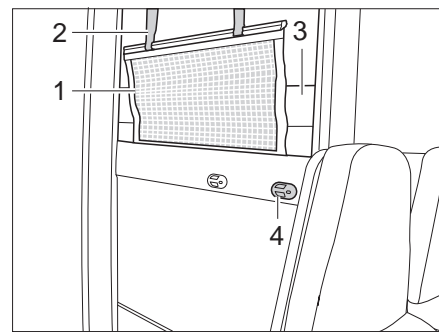

Fig. 126 Litera (lado)
- Tomar el colchón (Fig. 126,3) de la cama superior y colocarlo en la cama inferior.
- Enganchar la escalera de ascenso con los largueros en el soporte (Fig. 126,4) en el panel.
La red de seguridad (Fig. 126,1) viene de serie entre el colchón y el somier. Tender la red de seguridad cuando las personas ya se encuentren en la cama.
- Engatillar las cintas de sujeción (Fig. 126,2) en los soportes en el techo.